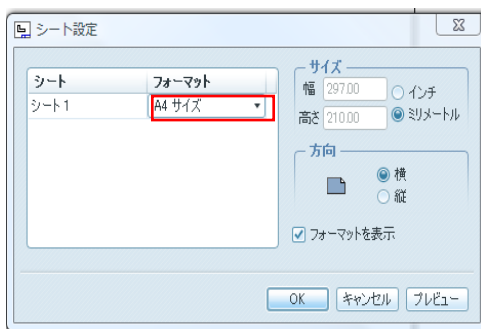

図 10-5 シート設定
1) ツールの「レイアウト」をクリックして、「シートの設定」を選択しシート設定のダイアログボックスを表示する (図 10-5)。